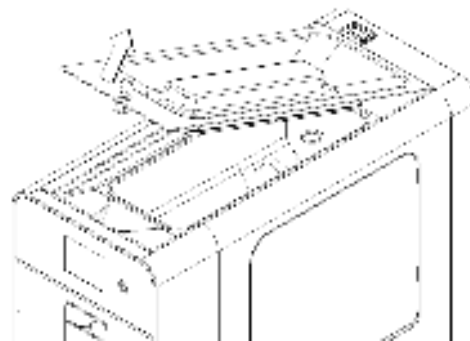

Bild 16
- 1** Den oberen Deckel abnehmen. (Bild 16)